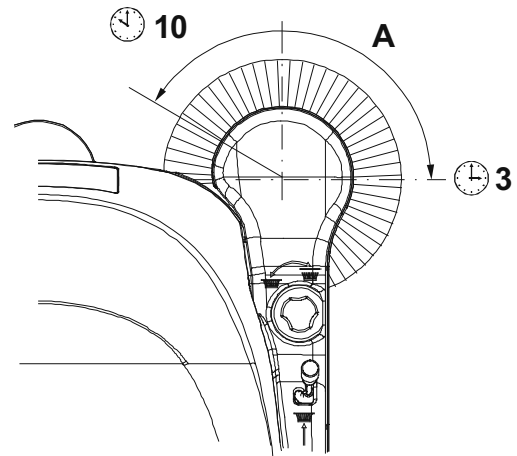

Figure 1
- Arrêter le balai latéral en appuyant sur l'interrupteur (1), puis le soulever et déplacer la machine.
- Contrôler que la trace laissée par le balai latéral est, en extension et orientation, comme indiqué dans la figure (A, Fig. 1) : le balai latéral doit toucher le sol pour un arc de cercle compris entre les positions "dix heures" et "trois heures" d'une montre.
- Turner la poignée (13) dans le sens des aiguilles d'une montre ou dans le sens contraire pour régler la hauteur du balai du sol.